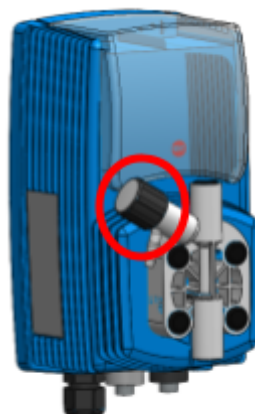

Figure 79.
- Purge : Ouvrez le bouton de purge (voir figure 79) situé sur la tête de pompe.